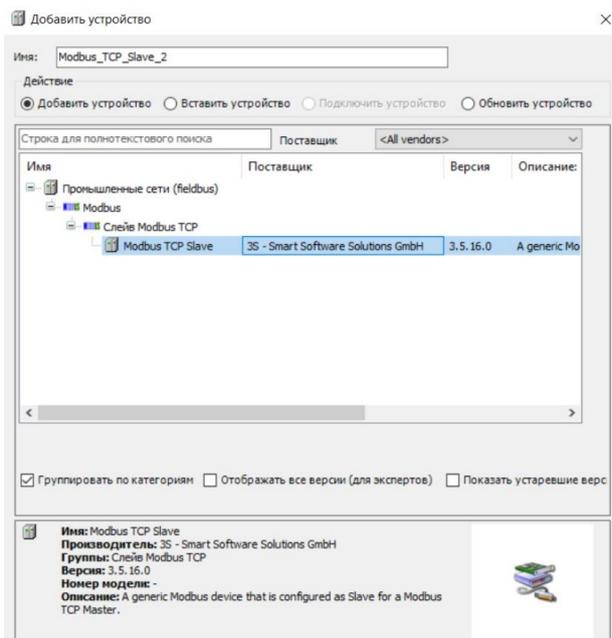

Рис.19 Добавление слейв-узлов.
3. Затем Пользователю нужно добавить слейв-узлы, которые предполагается опрашивать, и нажать правой кнопкой мыши на объект "Modbus_TCP_Master (Modbus TCP Master)" в дереве проекта, выберите "Добавить устройство...". В директории "Промышленные сети (fieldbus) > Modbus > Слейв Modbus TCP" Пользователь должен выбирать объект "Modbus TCP Slave" и двойным щелчком добавить его в дерево проекта (Рис.19). Далее необходимо закрыть окно добавления устройств.